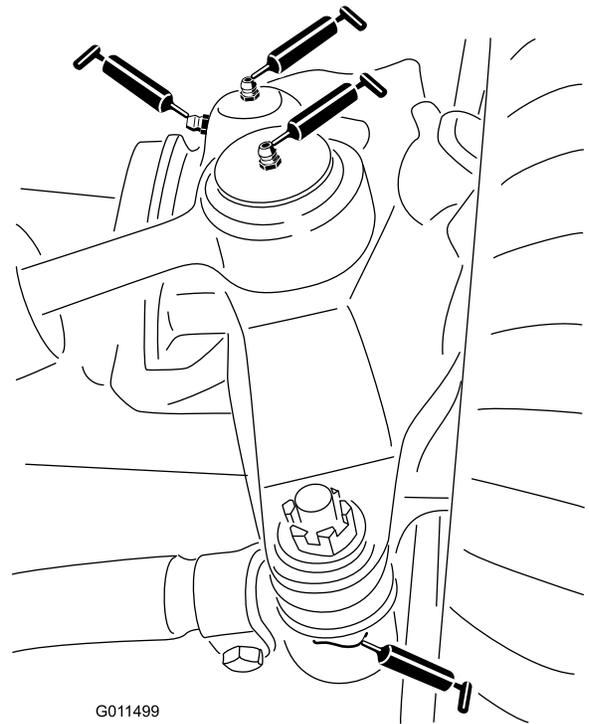

Bild 35
- Lenkzylinder-Kugelgelenke (2) (Bild 35)
- Spurstangen-Kugelgelenke (2) (Bild 35)
- Achsschenkelbüchsen (2) (Bild 35)